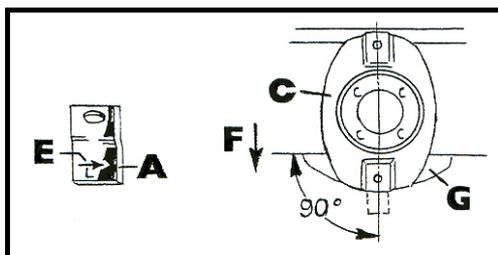

Abbildung 34: Messerklinge, Stellung Mähscheibe
Bringen Sie zum Wechseln der Klingen die Mählscheibe in **Stellung (C)** in **Fahrtrichtung (F)** entsprechend Abbildung 34.
Achten Sie hierbei darauf, dass die Unterkante des Messerzapfens in der **Ausbuchtung des Gleitschuhs (G)** (siehe Abbildung 34) liegt. Gleitschuh ggf. vorher säubern.